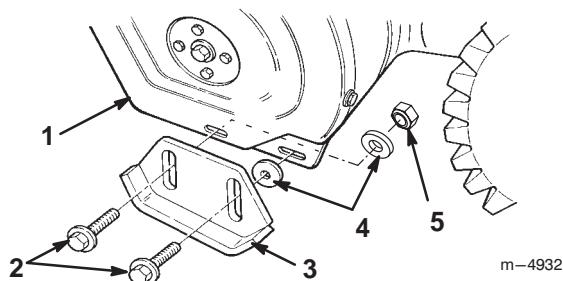

Figure 10
3. Enlevez les deux boulons à embase et rondelles plates qui fixent chaque extrémité de la lame racleuse aux plaques latérales (Fig. 10).
5. Introduisez une rondelle *entre chaque patin et plaque latérale* (Fig. 10). Ne serrez pas les boulons.
7. Introduisez une rondelle et un contre-écrou *derrière* (*à l'intérieur de*) la plaque latérale (Fig. 10). Ne serrez pas les boulons.